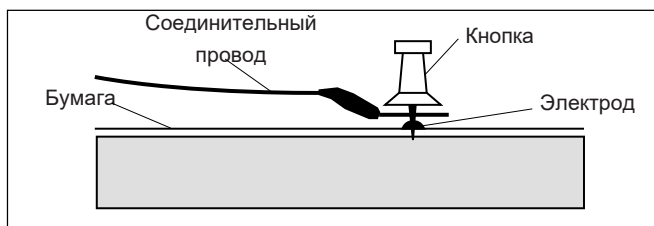

Рисунок 5
- а. Поместите клемму соединительного провода на электрод и затем прикрепите кнопку к пробковой пластине через клемму и электрод. Убедитесь, что кнопка плотно прижимает клемму к электроду (см. рисунок 5).